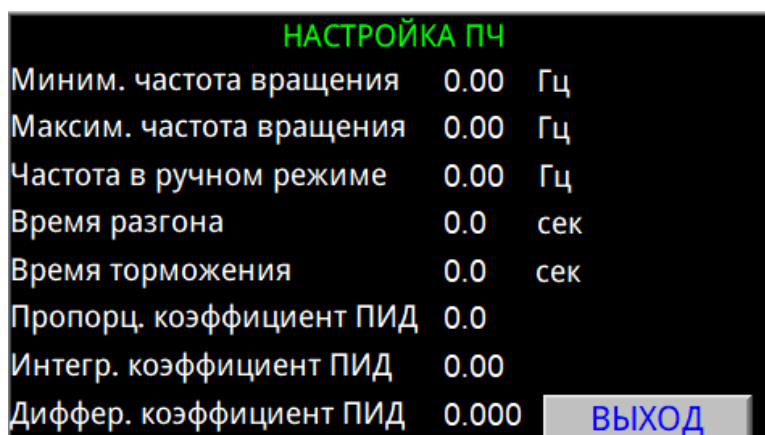

Рисунок 4 Окно «НАСТРОЙКА ПЧ»
2.2.5. В окне «НАСТРОЙКА ПЧ» (Рисунок 4) устанавливаются единые для частотных преобразователей параметры работы.